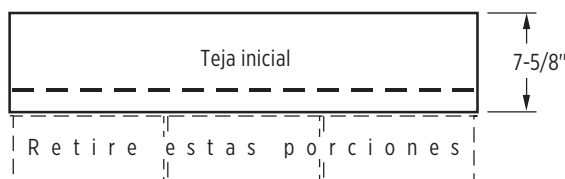

Figura 13-6: Cree tejas iniciales de 7 5/8" (193 mm) de altura.
1. Utilice CertainTeed Swiftstart® Starter, o tejas autosellantes de tres lengüetas con las partes inferiores de las lengüetas retiradas. Asegúrese de que las tejas iniciales tengan una altura mínima de 7 5/8". (Figura 13-6).